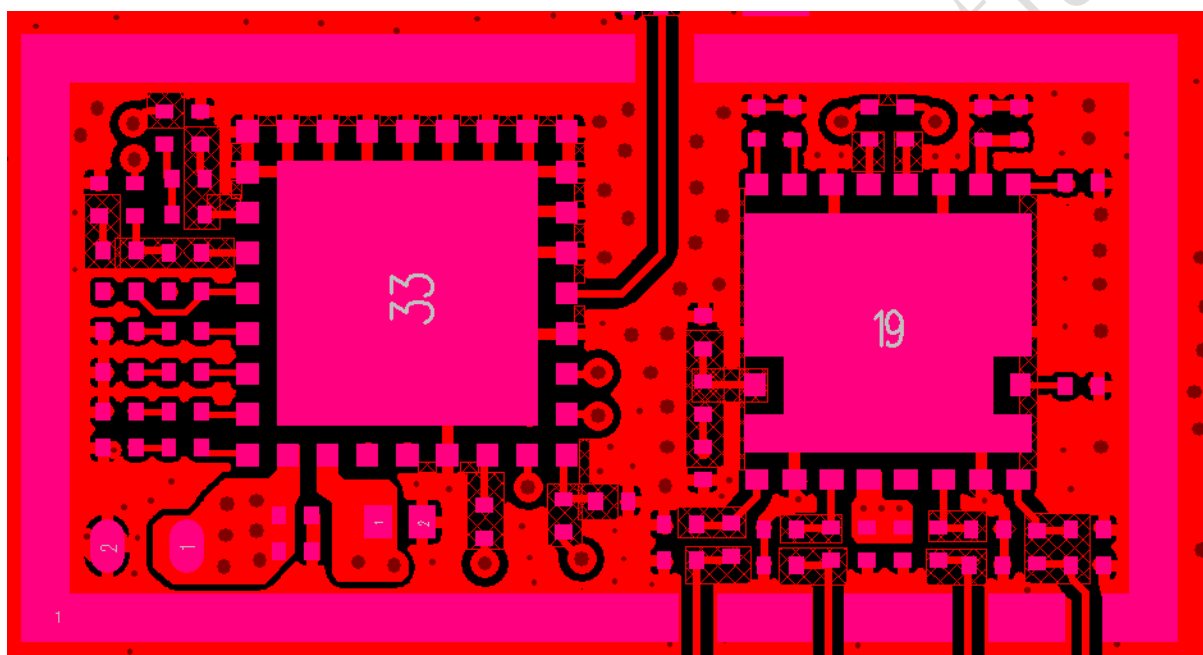

图22-6
- 模组本身如果没有屏蔽，必须在板上增加屏蔽罩，并有完整的地包围，如图22-6。